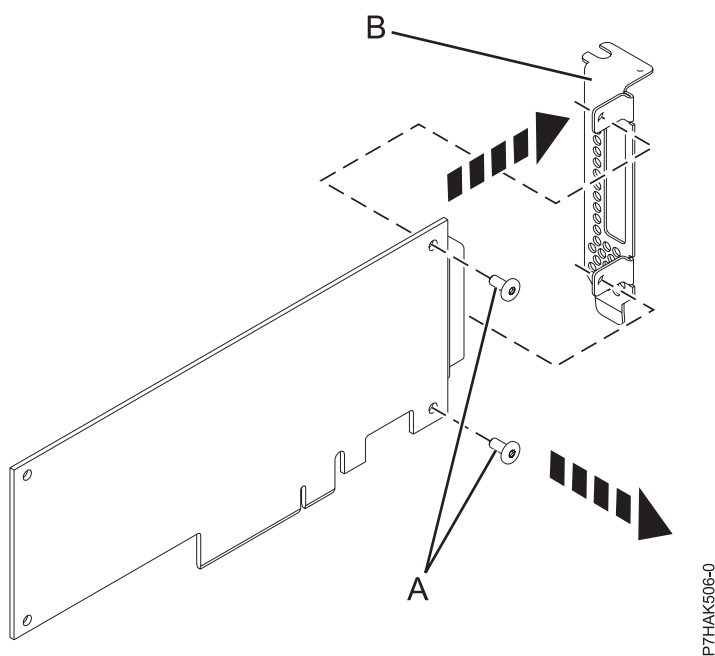

Figura 10. Extracció de la contrapunta de perfil baix d'un adaptador PCI que falla
4. Fent servir un tornavís Phillips, traieu els dos cargols (A) que subjecten la contrapunta (B) amb l'adaptador PCI que falla, com es mostra a la Figura 10.